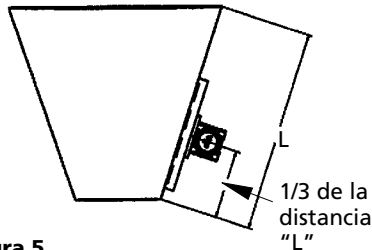

Figura 5
1. Montar el vibrador a 1/3 de la distancia entre la apertura de descarga y el vértice de la parte inclinada del silo. Véase la Figura 5.